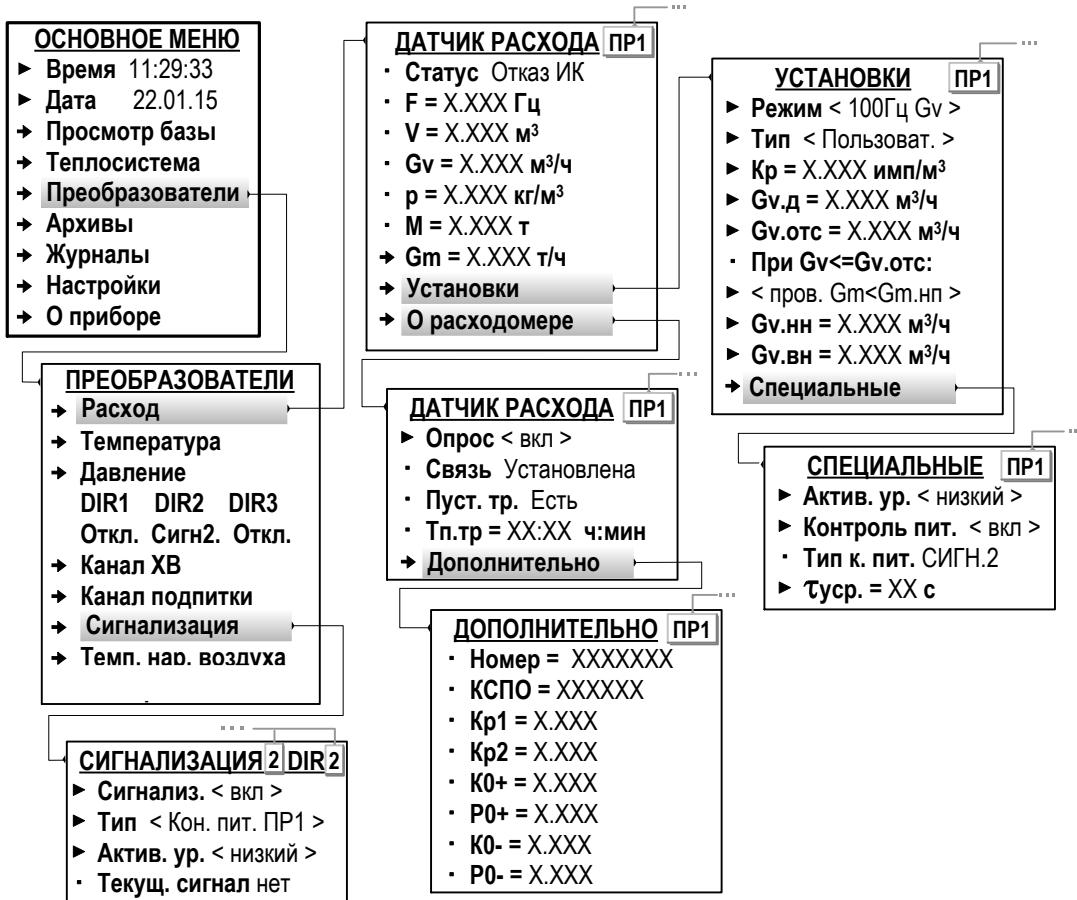

Рис.24. Вид меню установочных параметров ПР (режим СЕРВИС).
Отсутствие сигнала соответствующего уровня от ПР в течение **$\tau_{\text{проверка}}$** определяется как **Отказ ИК** (Отказ измерительного канала – меню **Преобразователи / Расход** параметр **Статус**, рис.24).
Контроль питания расходомера также может быть назначен в меню **Преобразователи / Сигнализация** (рис.24). В этом случае в меню **Преобразователи / Расход / Установки / Специальные** будет индицироваться строка **Тип к. пит. СИГН.1(2,3)**.
7.5.2.4. Для ПР, физически подключенных к входу «RS485.ПРИБОР» и программно подключенных к ТВ по интерфейсу RS-485 (п.7.3.4.3) в меню **О расходомере** (рис.24) появляются дополнительные строки: